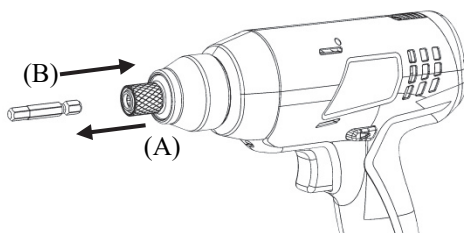

Fig. 4
1. Saque el mandril como se ve en la Fig. 4 (A)
2. Inserte la broca en el mango hexagonal como se ve en la Fig. 4 (B) y libere el mandril para fijar la broca.